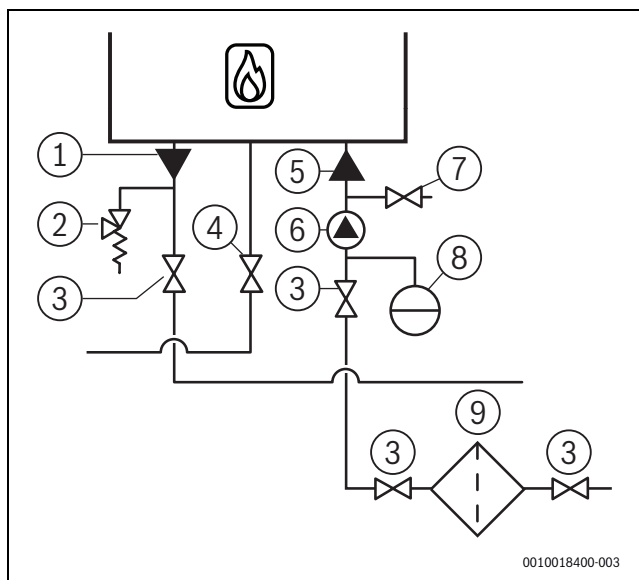

Рис. 18 Подключение труб для воды в системе отопления
- Установите соединение для расширительного бака и предохранительного клапана непосредственно под котлом и над сервисными клапанами. (→ рис. 18, стр. 18).
- Установите запорный кран в подающем и обратном патрубках (→ рис. 18, стр. 18).